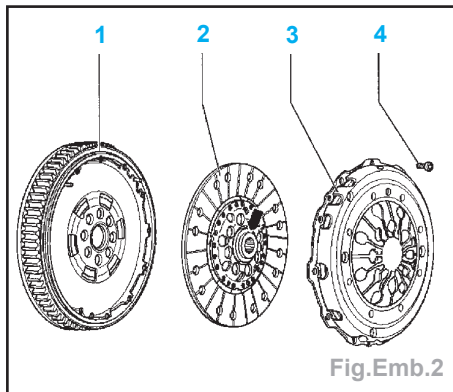

Fig.Emb.2
**Attention :** pour les véhicules équipés de moteurs 2,4 diesel à partir du N° moteur 369 935 ou équipés de la boîte de vitesses 02G, orienter l'extrémité la plus courte du moyeu (flèche) du disque d'embrayage (2) vers le mécanisme d'embrayage (3) (Fig.Emb.2).